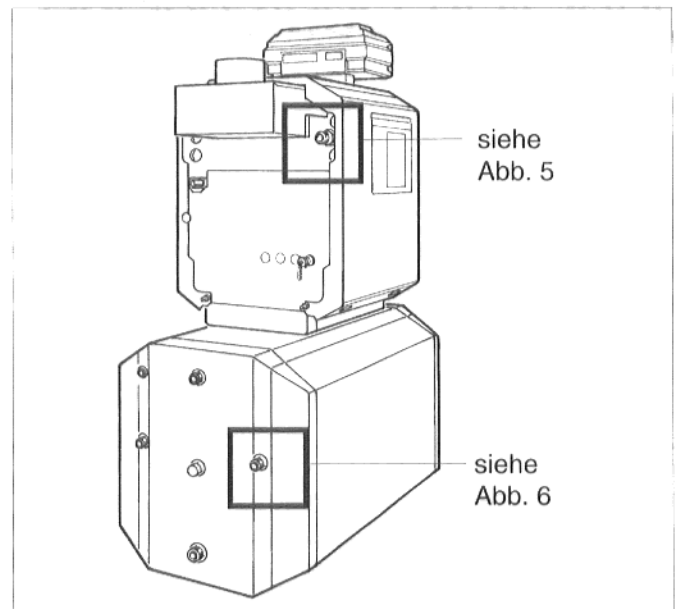

Abb. 4: Rückansicht vor Montage
- O-Ring in die Nut des Doppelnippels einlegen und Doppelnippel in den Speicherrücklauf am Kessel einschrauben (Abb. 4 und 5).
- Flachdichtung in die Überwurfmutter eines Winkels einlegen und Winkel mit dem Doppelnippel verschrauben (Abb. 4 und 5).
- Flachdichtung in die Überwurfmutter eines Metallwellschlauchs einlegen, Metallwellschlauch vorformen und am Winkel anschrauben (Abb. 4 und 5).
- Flachdichtung in die Überwurfmutter des zweiten Winkels einlegen und Winkel am Speicherrücklauf festschrauben (Abb. 4 und 6). Dieser Winkel kann bei LT 135 und LT 160 weggelassen werden.
- Flachdichtung in die zweite Überwurfmutter des Metallwellschlauchs einlegen und Metallwellschlauch am Winkel bzw. am Speicherrücklauf festschrauben (Abb. 4 und 6).